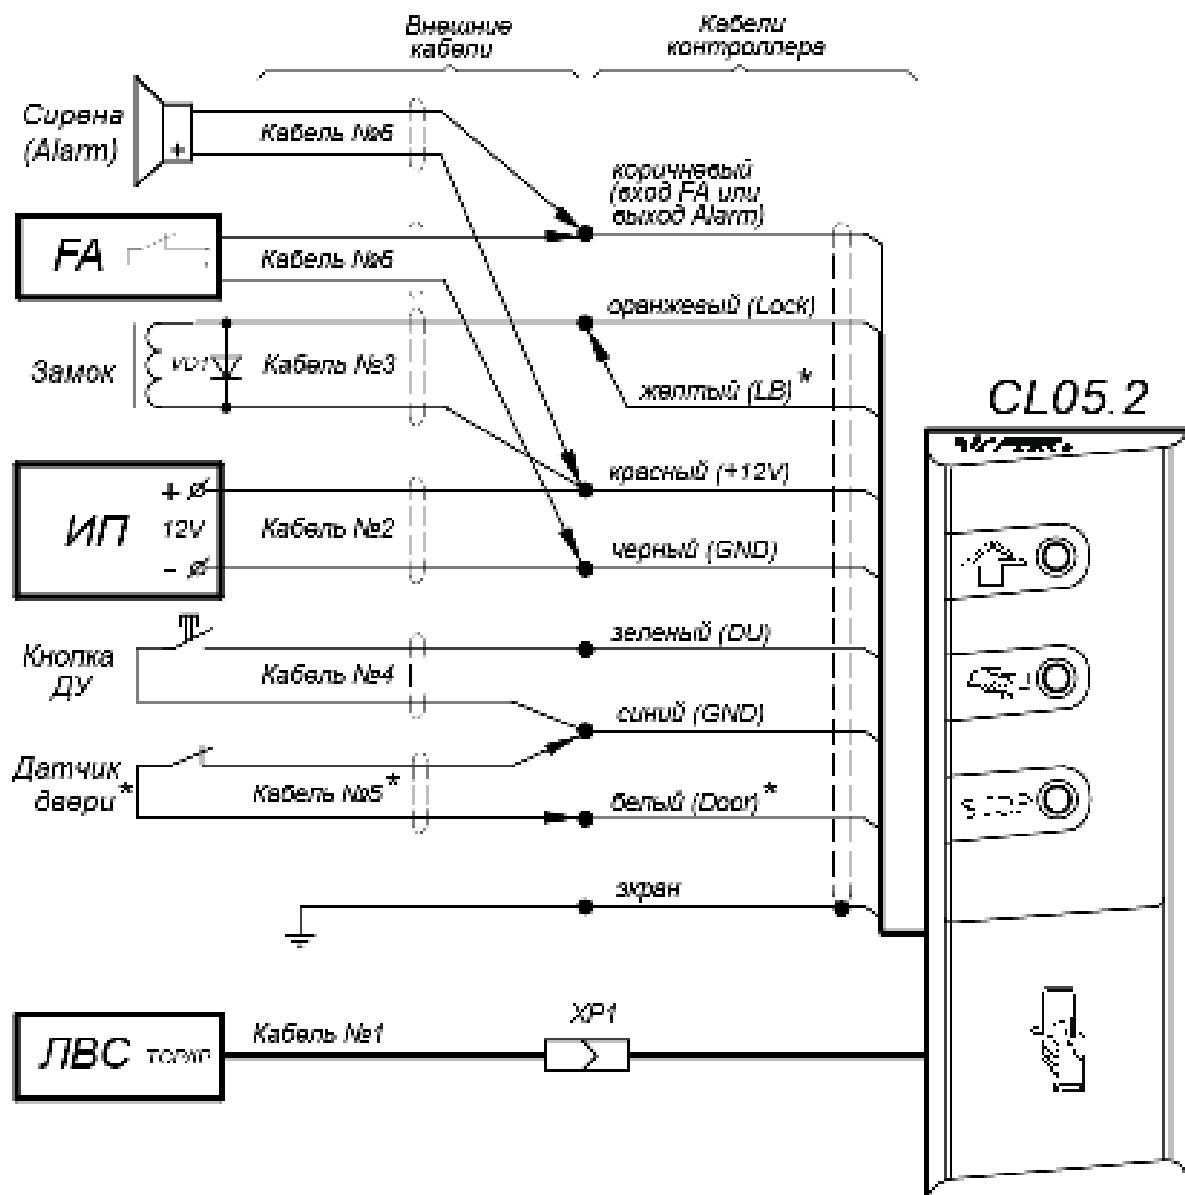

Рисунок 3. Схема подключений контроллера
В режиме «Вход *Fire Alarm*» дополнительный вывод используется для подключения устройства аварийной разблокировки («*Fire Alarm*»). Схема подключения представлена на рис. 3.
Схема подключения представлена на рис. 3.
При монтаже следуйте указаниям разд. 8.1. Подключение контроллера производите согласно схеме, представленной на рис. 3, с использованием типов кабелей, указанных в табл. 3. При монтаже придерживайтесь следующей последовательности действий:
- Если подключаемый замок не имеет встроенной цепи искрозащиты, то необходимо использовать диод искрозащиты (**VD1** на рис. 3). Например, диод Шоттки, рассчитанный на рабочий ток не менее 1A, типа 1N5819.
- Если подключаемый электромагнитный замок не имеет размагничивающей цепи, то необходимо установить двунаправленный супрессор из комплекта поставки. Супрессор устанавливается в непосредственной близости от замка (**VD1** на рис. 3).
- Произведите разделку двери и монтаж замка (зашелки) в соответствии с эксплуатационной документацией. Подключите кабель №3 (см. рис. 3, табл. 3) к замку (зашелке).
11. Установите кнопку ДУ («Выход»). Место для монтажа кнопки ДУ должно выбираться, исходя из соображения удобства ее (например, рядом с дверью). Подключите кабелем №4 (см. рис.3, табл. 3) к кнопке ДУ.
12. При необходимости произведите монтаж магнитного датчика двери (геркона). При установке магнитный датчик должен быть закреплен на дверной коробке, а магнит – на двери таким образом, чтобы при закрытой двери обеспечивалось устойчивое замыкание контакта датчика. Подключение производится кабелем №5 (см. рис.3, табл. 3). В случае использования замка с контактной группой серии **PERCo-LB (LBP)** установка геркона не требуется, в этом случае в роли датчика двери выступает контактная группа замка. Вход *Door* контроллера в этом случае должен оставаться не подключенным.
13. Смонтируйте при необходимости дополнительное оборудование (например, сирену). Подключите кабель №6 (см. рис.3, табл. 3) к дополнительному оборудованию.
14. Подключите кабели от устройств к кабелю контроллера согласно схеме на рис. 3.
15. При необходимости совместной работы двух контроллеров для обслуживания двухсторонней двери, произведите монтаж и подключение второго контроллера. Подключение производится параллельно по цветам проводов (кроме кнопки ДУ – она в этом случае, как правило, не используется, при необходимости может подключаться по отдельности к любому из контроллеров по схеме на рис. 3). Схема подключения представлена на рис. 4, при этом к соединенным между собой коричневым проводам (SYNC) ничего не подключать.
- Подключите кабель *Ethernet*, выходящий из контроллера к локальной сети. При необходимости для его удлинения используйте кабель №1 (см. рис.3, табл. 3).
- Установите ИП на место его постоянной эксплуатации. Подключите кабель №2 (см. рис.3, табл. 3) к ИП и контроллеру.